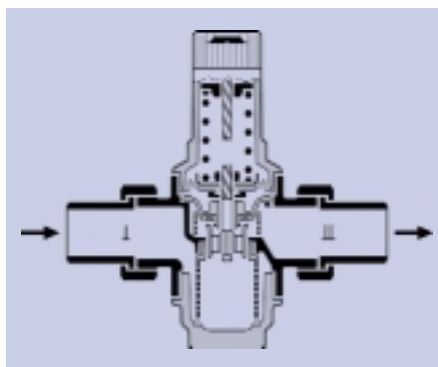

Bild 2: Funktion eines Druckminderers.
Federbelastete Druckminderer arbeiten nach dem Kraftvergleichssystem (Bild 2): Die durch den Hinterdruck erzeugte Kraft auf die Membrane (2) wirkt die Kraft der Sollwertfeder (1) entgegen. Sinkt